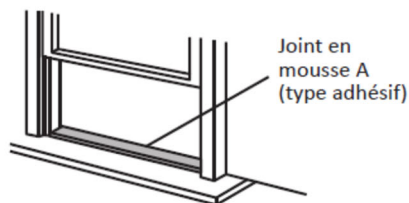

Fig.8
1. Snijd de schuimrubber afdichting (lijmsort) op de juiste lengte en bevestig deze aan de raamkruk. Afb.8